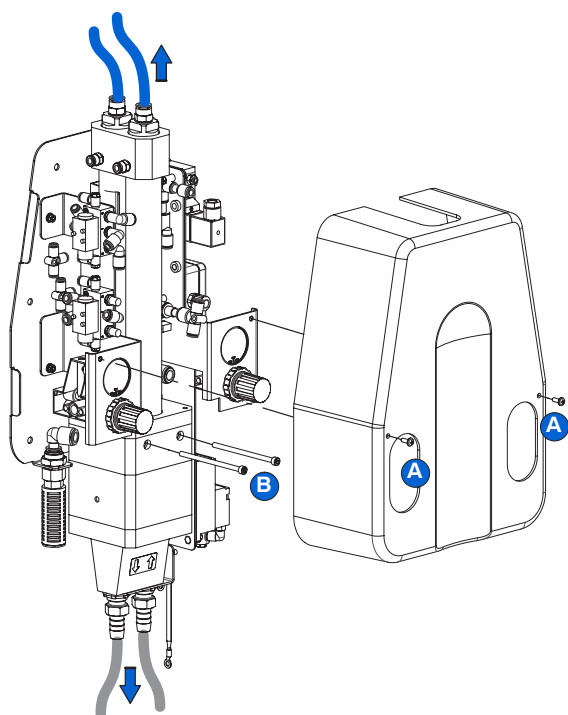
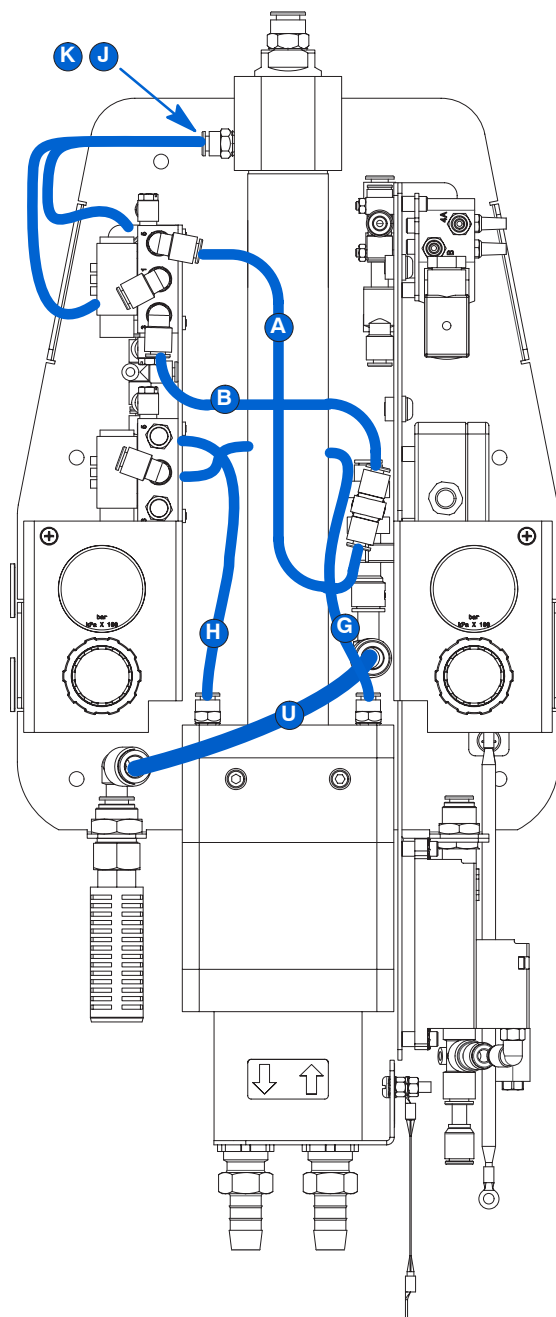

图 11 拆卸泵组件
图 12 断开空气管
1. 参见图 11。将冲洗气管线从泵的顶部断开。
3. 从泵上卸掉两个螺钉 (A) 及护盖。
4. 参见图 12。将所示七个空气管的各自末端断开。
注意：图 11 所示字母对应第 28 页管道图中的字母。
5. 参见图 11。卸掉将泵组件固定于基底上的两个螺钉 (B)。